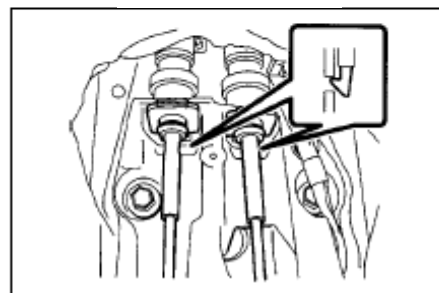

Рис.90
(2) Снимите два прижимных кольца и отсоедините два троса управления от держателя(рис.90).